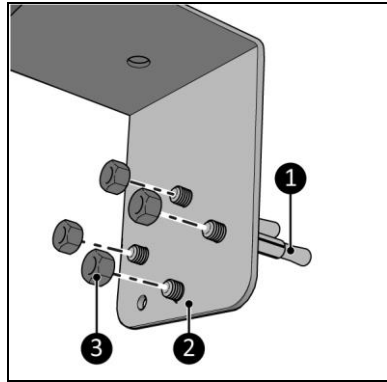
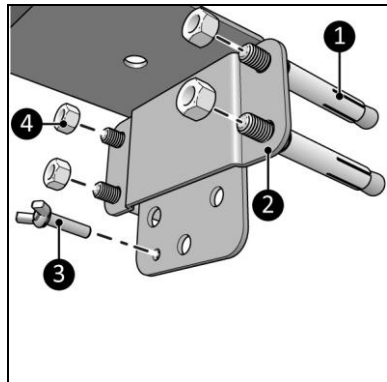

Figure 7
Figure 8
- De manière fixe au mur (figure 7).
- De manière démontable (figure 8).
1. Fixez et mettez à niveau le support de suspension (figure 7, pos. 2) au mur à l'aide des quatre boulons d'ancrage (figure 7, pos. 1) et des quatre écrous (figure 7, pos. 3).
1. Fixez et mettez à niveau le support mural (figure 8, pos. 2) au mur à l'aide des quatre boulons d'ancrage (figure 8, pos. 1) et des quatre écrous (figure 8, pos. 3).
2. Placez le support de suspension (figure 7, pos. 2) derrière le support mural (figure 8, pos. 2).
3. Fixez le boulon à ailettes (figure 8, pos. 4) dans le support de suspension (figure 7, pos. 2).